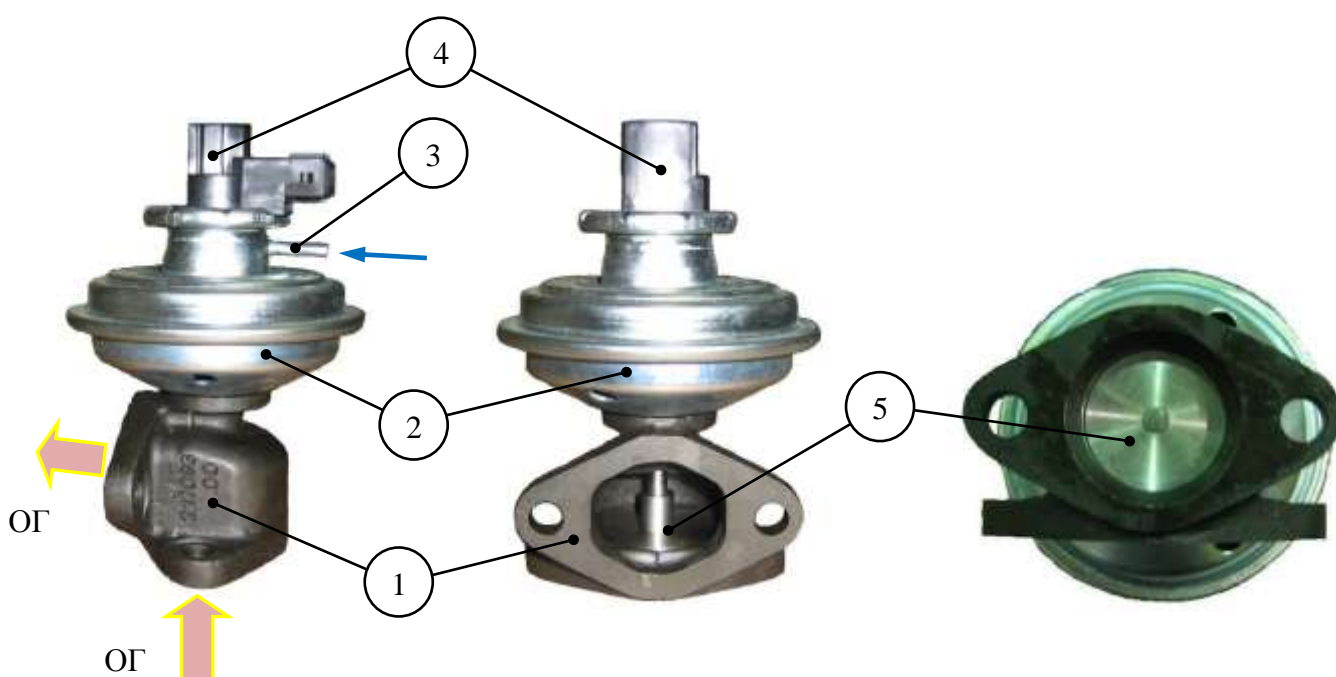

Рис.67. Внешний вид клапана рециркуляции отработавших газов (КРОГ):
**Клапан рециркуляции отработавших газов (КРОГ)** (рис.67) пневматический с датчиком положения штока ф.PIERBURG. КРОГ регулирует расход рециркулируемых газов. Регулирование осуществляется путем подачи в пневмокамеру КРОГ разряжения соответствующей величины от электропневматического преобразователя давления (модулятора).